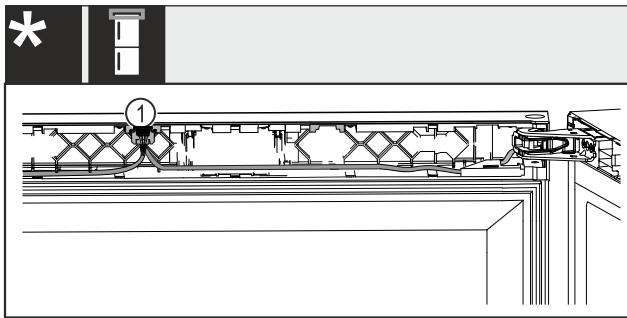

Fig. 62 Kombinált borhűtő-fagyasztókészülékek*
- ▶ Pattintsa be a dugót Fig. 62 (1) a vezetősínbe.* Minden készülékhez: